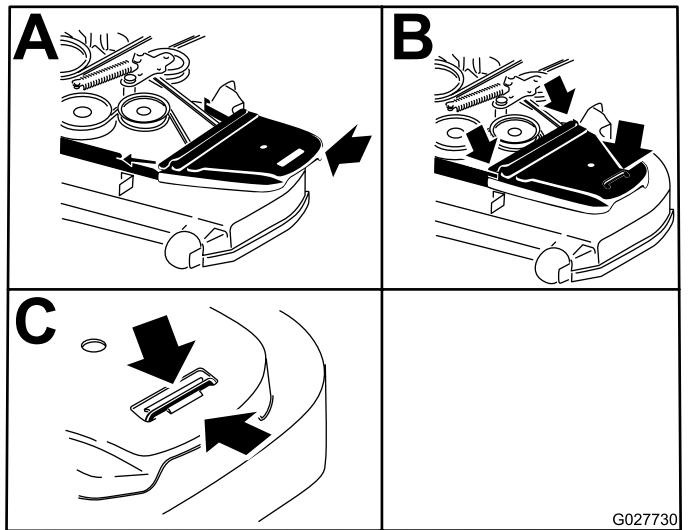

Figura 81
- Instale las cubiertas de la correa (Figura 81).